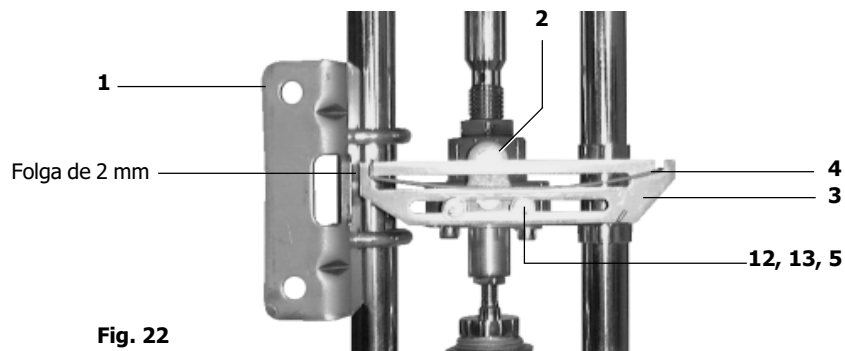
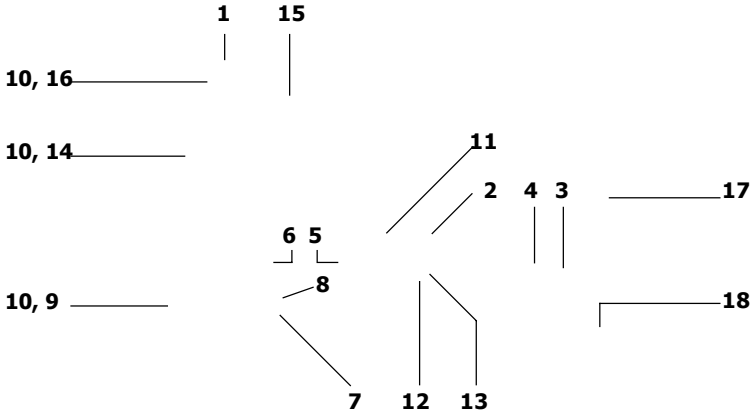

Fig. 22
Fig. 25 Montagem geral
5.1.9 Coloque o braço de ligação (3) solto no suporte da haste (2) utilizando os 2 parafusos ranhurados M5 (12) e as anilhas M5 (13) e os espaçadores da haste (5). Ver na Fig. 25 a sequência correcta de montagem. Para um desempenho correcto certifique-se de que existe aproximadamente 2 mm de folga entre o braço de ligação (3) e o prato de montagem do posicionador (1) e de que o braço de ligação (3) está em esquadria com os pilares ou o suporte do actuador (ver Fig. 22). Aperte segundo 3.5 - 4.5 N m.